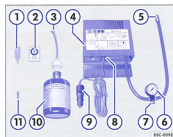

Fig. 163 Schéma de principe : éléments du kit de crevaision.
Le kit de crevaision se trouve dans le coffre à bagages, sous le revêtement de plancher. Il comprend les éléments suivants ⇒ fig. 163 :
- Apposez l'autocollant ⇒ fig. 163 2 sur le tableau de bord dans le champ visuel du conducteur.
- Dévissez l'obus de valve de la valve du pneu à l'aide de l'extracteur d'obus ⇒ fig. 163 1 et placez-le sur un support propre. ◀
- Secouez plusieurs fois énergiquement la bouteille de produit de colmatage des pneus ⇒ page 272, fig. 163 10.
- Vissez fermement le flexible de remplissage ⇒ page 272, fig. 163 3 sur la bouteille de produit de colmatage des pneus. Le film situé sur le bouchon est alors automatiquement percé.
- Retirez le bouchon du flexible de remplissage ⇒ page 272, fig. 163 2 et enfoncez l'extrémité libre du flexible de remplissage sur la valve.
- Revissez l'obus de valve dans la valve du pneu à l'aide de l'extracteur d'obus ⇒ page 272, fig. 163 1.
- Vissez fermement le flexible de gonflage du pneu ⇒ page 272, fig. 163 5 du compresseur d'air sur la valve du pneu.
- Veillez à ce que la vis de décharge de pression d'air ⇒ page 272, fig. 163 7 soit fermée.
- Branchez la fiche électrique ⇒ page 272, fig. 163 9 dans une prise de courant 12 volts du véhicule ⇒ page 137.
- Mettez en marche le compresseur d'air à l'aide de l'interrupteur MARCHÉ/ARRÊT ⇒ page 272, fig. 163 8.
Raccordez à nouveau le flexible de gonflage du pneu ⇒ page 272, fig. 163 et consultez la pression indiquée sur le manomètre.